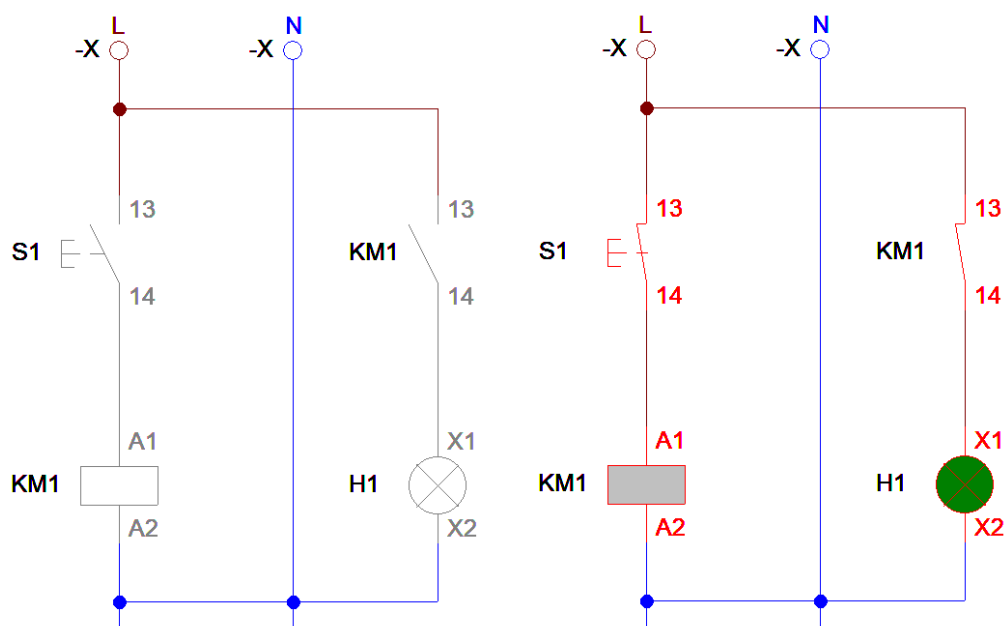

Figura 1 - Simulação no CADe SIMU da parte I
- Crie um projeto e insira os seguintes componentes: fase (L), neutro (N), Disjuntor (opcional), S1 (NA), bobina KM1 (A1-A2), contato de potência de KM1 (um polo), lâmpada (H1).
- Conecte o comando: L → S1 (NA) → A1 (KM1) e A2 → N.
- O circuito deve ficar semelhante ao da Figura 1.